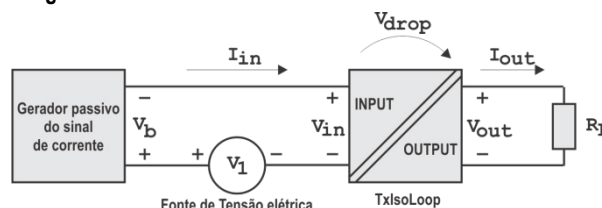

Fig. 2 – Conexões no TxIsoLoop com gerador passivo
2. O dispositivo gerador do sinal de corrente é do tipo passivo (*sink / 2-wire*), onde a tensão elétrica deve ser provida por uma fonte inserida (em série) no circuito de corrente de entrada, como mostra a Fig. 2.